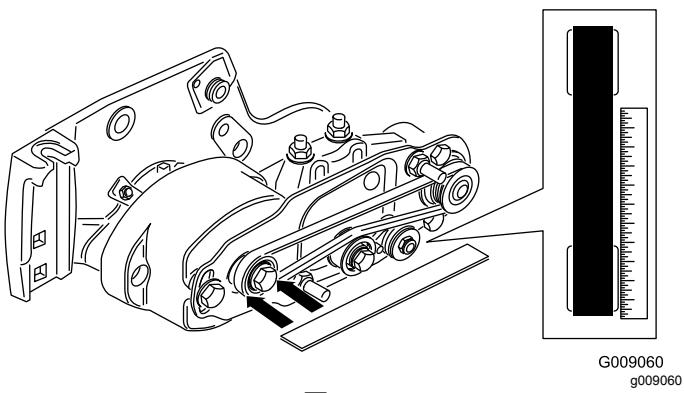

図 17
- 駆動ブーリの外側面に直定規を当てる図17。駆動ブーリと受動ブーリの両方に直定規を当てないこと。